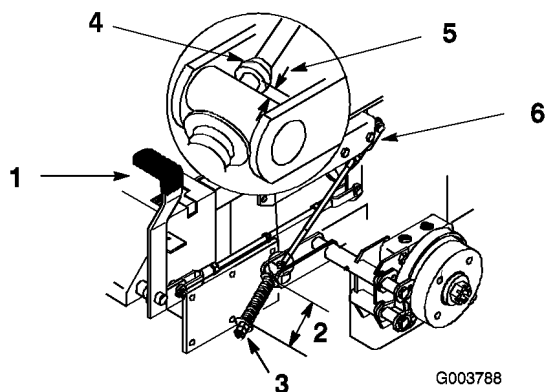

Figura 52
La distanza tra le rondelle deve essere di 70 mm (Figura 52).
3. All'occorrenza, per regolare allentate il controdado sotto la molla e serratelo direttamente sotto la forcella (Figura 52). Girate il dado fino ad ottenere la misura esatta. Serrate i due dadi insieme, e ripetete dal lato opposto.
6. Misurate la distanza tra il perno di articolazione del rullo ed il collare sull'asta del freno. La distanza deve essere di 5-7 mm (Figura 52).
7. All'occorrenza, regolare allentando il controdado direttamente sotto la forcella. Girate l'asta inferiore fino ad ottenere la misura esatta (Figura 52). Serrate il controdado alla forcella.